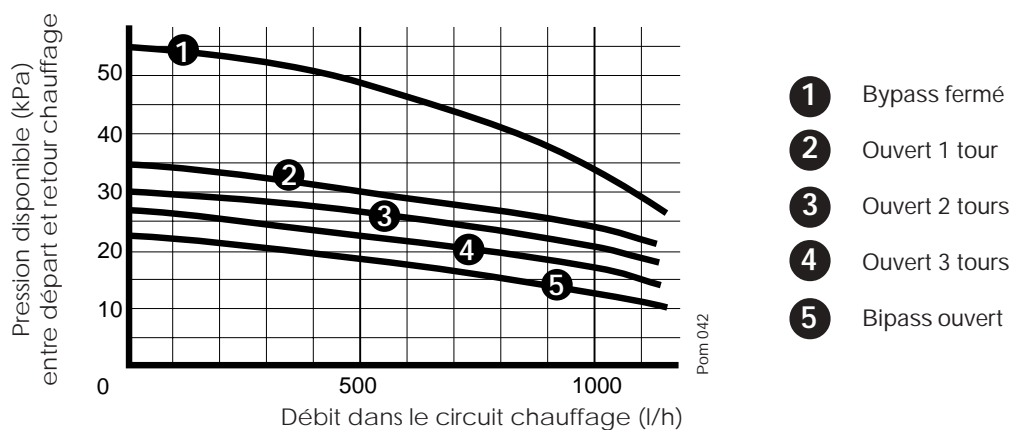

Fig. 2
- Les sections des canalisations seront déterminées selon les méthodes habituelles en utilisant la courbe débit / pression (**fig. 2**). Le réseau de distribution sera calculé selon le débit correspondant à la puissance réellement nécessaire, sans tenir compte de la puissance maximale que peut fournir la chaudière. Il est toutefois recommandé de prévoir un débit suffisant pour que l'écart de température entre départ et retour soit inférieur ou égal à 20 °C. Le débit minimal est de 500 l/h.
Fig. 2 bis